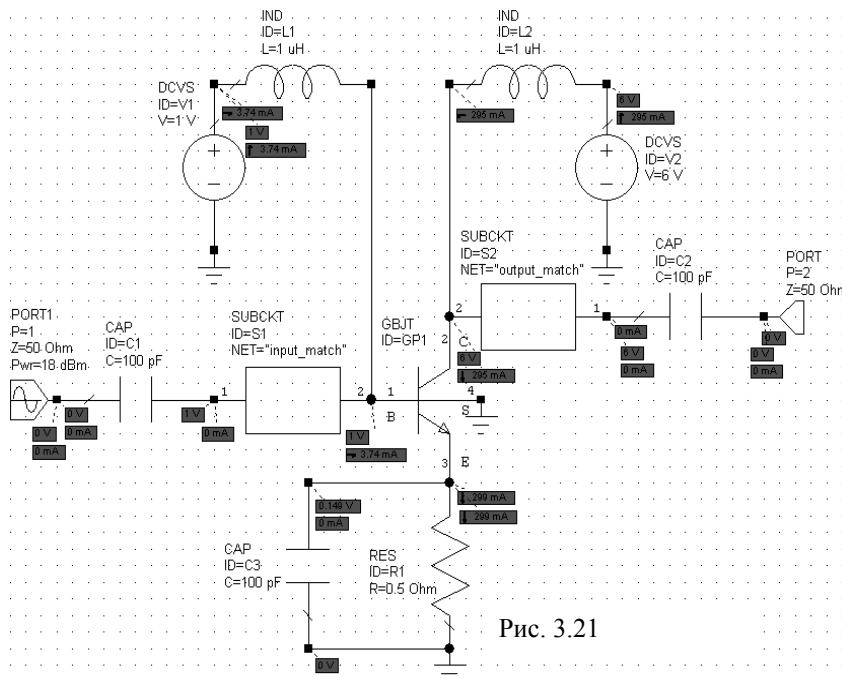

Рис. 3.21
кнопкой мышки по элементам **PORT2** и **CAP ID=C1**, чтобы выделить их. Установите курсор на один из выделенных элементов, нажмите левую кнопку мышки и подключите эти элементы к узлу 1 подсхемы **output match**, как показано на рис. 3.21.
12. Дважды щёлкните левой кнопкой мышки по значению параметра **Pwr=23 dBm** элемента **PORT1**. Откроется окно редактирования значения. Наберите **18**, чтобы изменить значение **23** на **18 dBm**. Полученная схема показана на рис. 3.21.